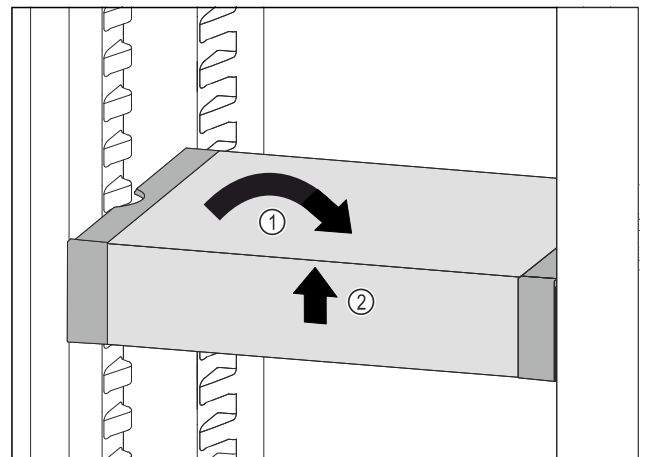

Fig. 126
- ▶ Collocare VarioSafe in maniera dritta. *Fig. 126 (1)*
- ▶ Sollevare VarioSafe dal lato anteriore. *Fig. 126 (2)*